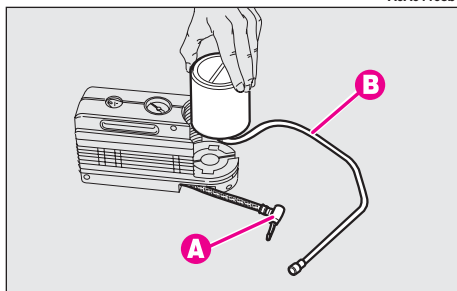

fig. 20
- disinserire l'innesto **A**-fig. 20 e scollegare il tubo **B**;